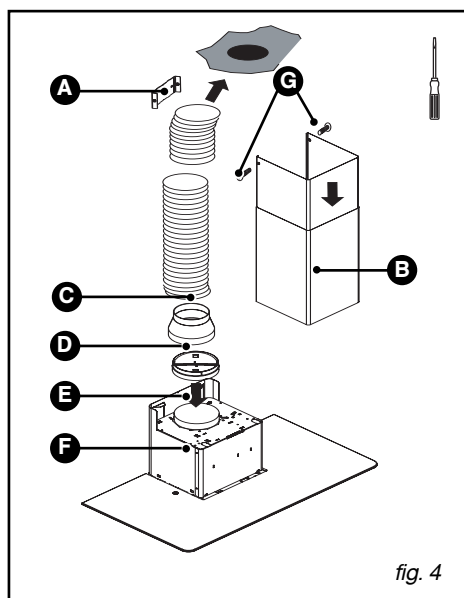

fig. 4
– Encaixe a extremidade do tubo na saída do motor (fig. 4).
– Prepare a chaminé telescópica, tendo o cuidado de dissimular os orifícios (fig. 4). Encaixe ao máximo as chaminés uma dentro da outra.
– Fixe a parte superior da chaminé (B /fig. 4) ao suporte metálico da mesma (A/fig. 4), utilizando os dois parafusos (G /fig. 4).